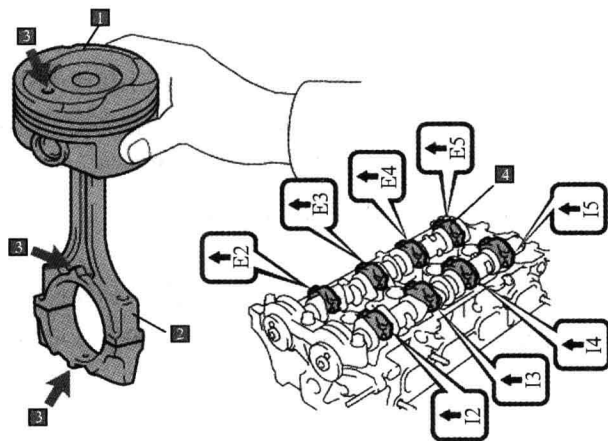

图1-7 活塞连杆组以及缸盖的装配标记
(1) 检查零件的装配方向。对于具有安装方向的零件，应保证其正确安装方向，如活塞、连杆等，应将活塞上的前部标记和连杆上的对齐，轴承盖将前部标记和编号对齐，如图1-7所示。